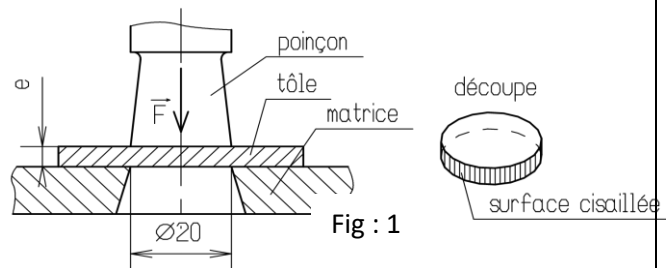

Fig : 1
2. Calculer la section cisailée S_c en (mm²) de la tôle voir (Fig :1 page10/11).